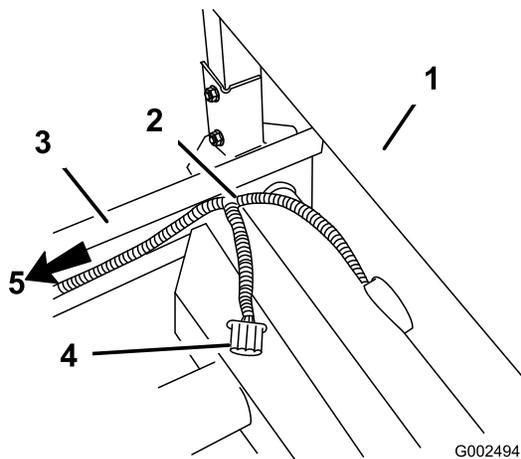

Figura 9
conector de alimentação do sistema de pulverização está retirado da parte de baixo do veículo (Figura 9).
12. Oriente a cablagem ao longo da estrutura e para trás em direcção ao sensor de velocidade com a cablagem existente (Figura 9).
15. Oriente a cablagem ao longo da estrutura e para trás em direcção a onde o sensor de velocidade está ligado à cablagem existente (Figura 9).